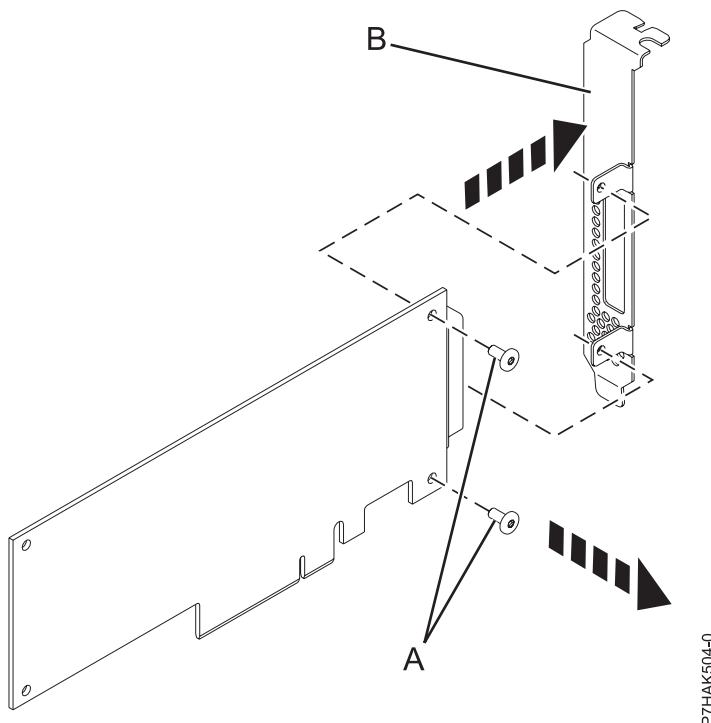

Abbildung 12. Den langen Haltesteg aus dem neuen PCI-Adapter ausbauen
7. Entfernen Sie mit einem Kreuzschlitz-Schraubendreher die beiden Sicherungsschrauben (A), mit denen der Haltesteg (B) am neuen PCI-Adapter befestigt ist (siehe Abb. 12).